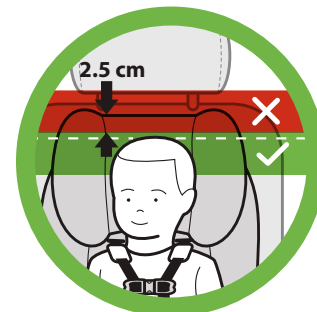

Figura 1
- La parte superior de la cabeza del niño debe quedar al menos a 1" (2,5 cm) por debajo de la parte superior del apoyacabezas del asiento de seguridad, como se muestra en la **figura 1**. Si la parte superior de la cabeza del niño queda a menos de 1" (2,5 cm) por debajo de la parte superior del apoyacabezas en la posición de ajuste más alta, entonces el niño está demasiado grande para ir en el asiento viendo hacia atrás, y se debe hacer el cambio a la posición viendo hacia adelante.